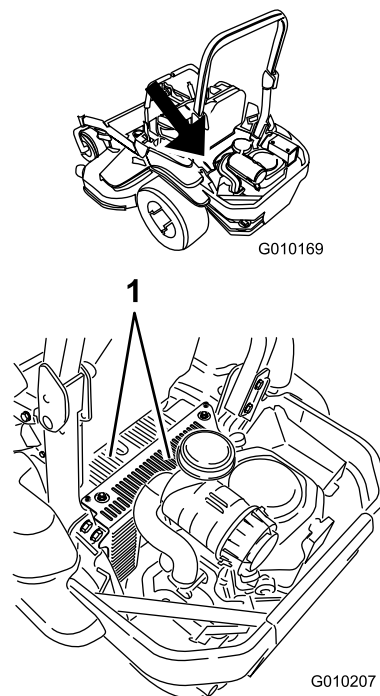

Figura 69
5. Limpie cualquier residuo o hierba de las cubiertas de las unidades hidráulicas (Figura 69).